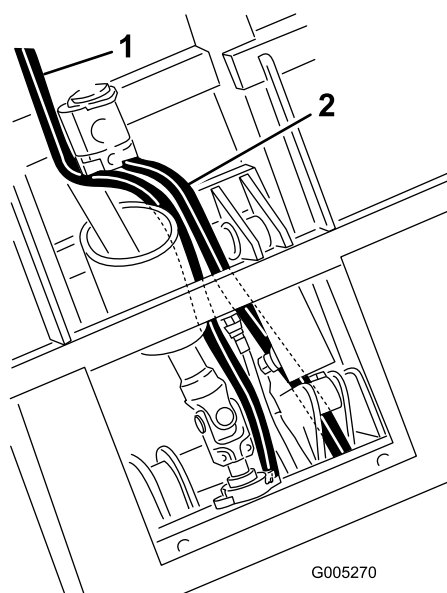

Figure 18
- Acheminez le flexible de réservoir sous le vérin de levage, entre les supports, jusqu'au distributeur (Figure 18).
- Acheminez le flexible de pression le long de l'arbre de PDF jusqu'au distributeur (Figure 18).